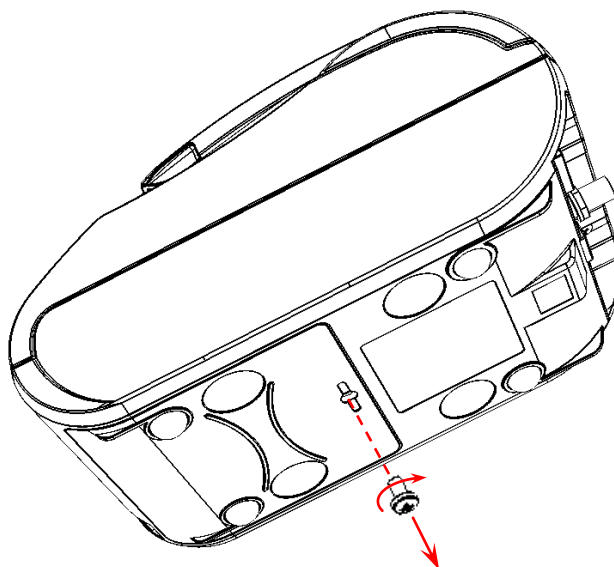

Рисунок 6. Открутить винт крепления крышки к нижней части корпуса
14. Закрыть отсек крышкой и зафиксировать крышку винтом (смотрите рисунок 6).